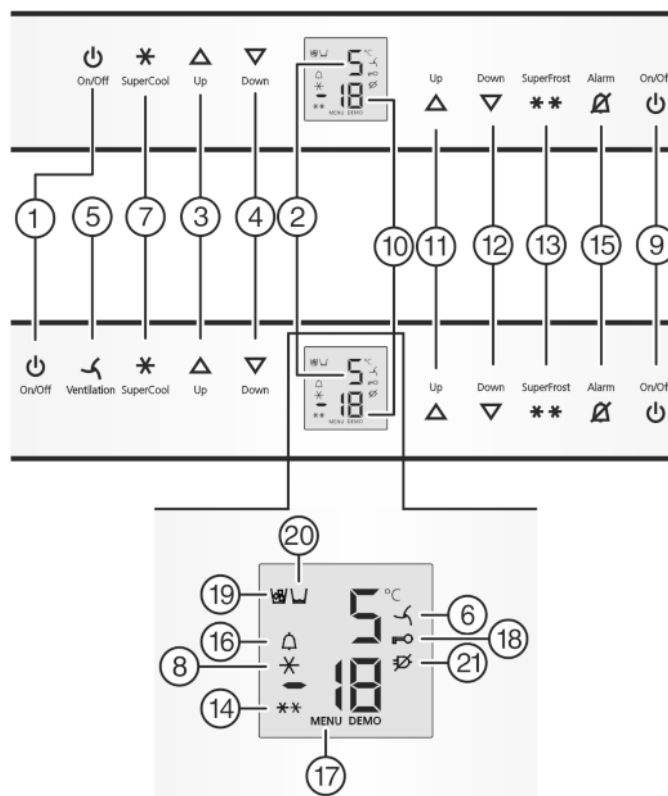

Fig. 2
- Stiskněte tlačítko On/Off mrazničky *Fig. 2 (9)*.
- Stiskněte tlačítko On/Off chladničky *Fig. 2 (1)*.
- ▷ Chladnička je zapnutá: Ukazatel teploty v chladničce *Fig. 2 (2)* svítí. Při otevření chladničky se rozsvítí vnitřní osvětlení.
- Aktivace režimu nastavování: Stiskněte tlačítko SuperFrost *Fig. 2 (13)* asi na 5 sekund.
- ▷ Symbol Menu *Fig. 2 (17)* svítí.
- Pro potvrzení krátce stiskněte tlačítko SuperFrost *Fig. 2 (13)*. Když se na ukazateli zobrazí **c!**:
- Pro zapnutí dětské pojistky krátce stiskněte tlačítko SuperFrost *Fig. 2 (13)*.
- ▷ Symbol dětské pojistky *Fig. 2 (18)* svítí. Na displeji bliká **c**. Když se na displeji zobrazí **c0**:
- Pro vypnutí dětské pojistky krátce stiskněte tlačítko SuperFrost *Fig. 2 (13)*.
- ▷ Symbol dětské pojistky *Fig. 2 (18)* zhasne. Na displeji bliká **c**.
- Ukončení režimu nastavení: Stiskněte tlačítko On/Off pro mrazničku *Fig. 2 (9)*.
- Stiskněte tlačítko Alarm *Fig. 2 (15)*.
Současně bliká ukazatel teploty a symbol Alarm *Fig. 2 (16)*.
Výstražný bzučák se vypne automaticky, symbol Alarm *Fig. 2 (16)* se vypne a ukazatel teploty přestane blikat, když je teplota zase dostatečně nízká.